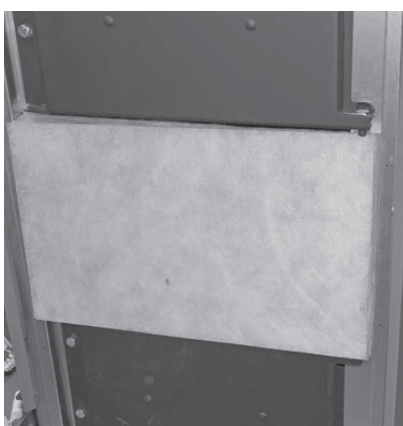
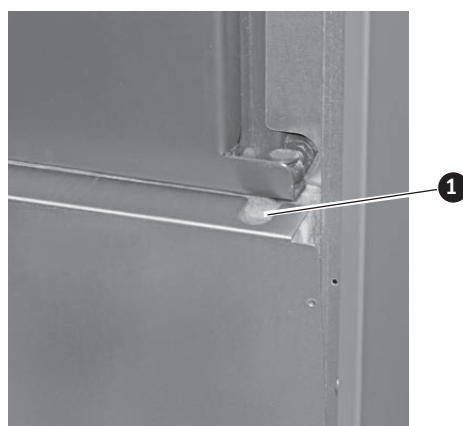

Fig. 74 Applicare l'isolamento (solo su PuroWIN PWPE 60)
Fig. 75 L'intaglio deve trovarsi in corrispondenza del supporto sportello
- Applicare l'isolamento (Fig. 74) e montare il rivestimento sotto lo sportello della camera di combustione con 4 viti autofilettanti (Fig. 75), l'intaglio in alto deve trovarsi in corrispondenza del supporto sportello (Fig. 76).